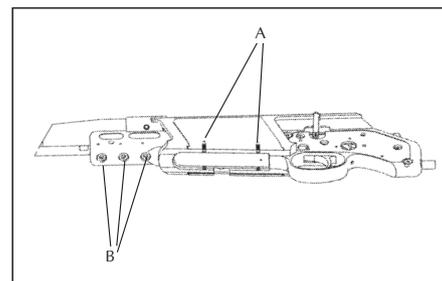

fig. 16
- svitare il grano dell'asta con apposita chiave fig. 16/B
Le piastri sono fissate con 4 viti. Togliere il caricatore. Nell'alloggio del caricatore nella parte inferiore si potranno vedere su entrambi i lati due viti. Per sfilare le piastri dalla loro sede dovranno essere allentare questi grani per 2-3 giri. (fig. 16/A)
- ora svitare le tre viti con l'apposita chiave e togliere la canna (fig. 16/B)
- Nach dem lösen der Vorderschaftschraube mit dem mitgelieferten Schlüssel lässt sich dieser nach vorne abziehen. (Abb. 16/B).
Pour le devant, dévisser les vis à l'aide de la clef fournie (cf.fig. 16/B)
Les plaquettes sont fixées avec 4 vis. Retirer le chargeur. Dans la partie inférieure du logement de chargeur, vous pourrez voir deux vis situées sur les flancs, que vous désolidarisez les tournant de 2-3 tours (cf.fig. 16/a).